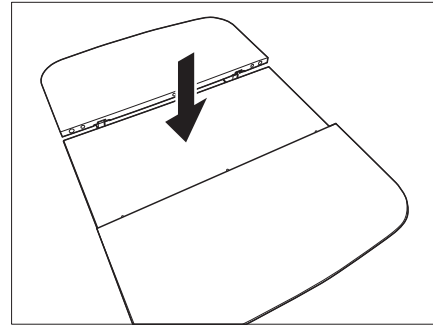

Bild 106 Mittelteil absenken
- Das Mittelteil des Tisches kräftig nach unten drücken. Das Mittelteil rastet in der unteren Stellung ein (Bild 106).